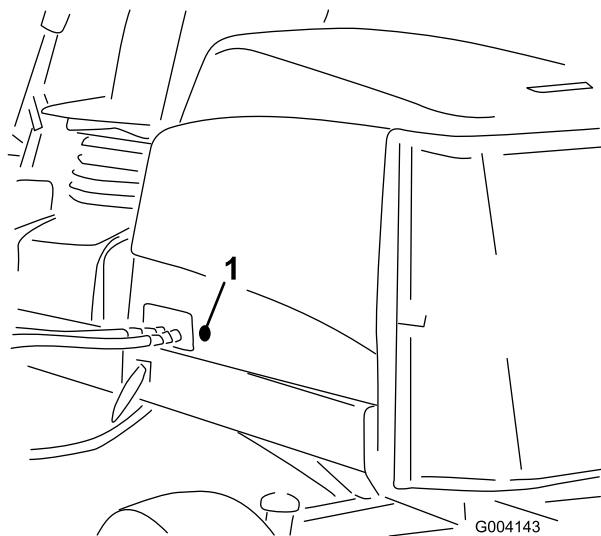

図 15
- フードの左側についているゴム製のハトメを取り外す(図 15)。